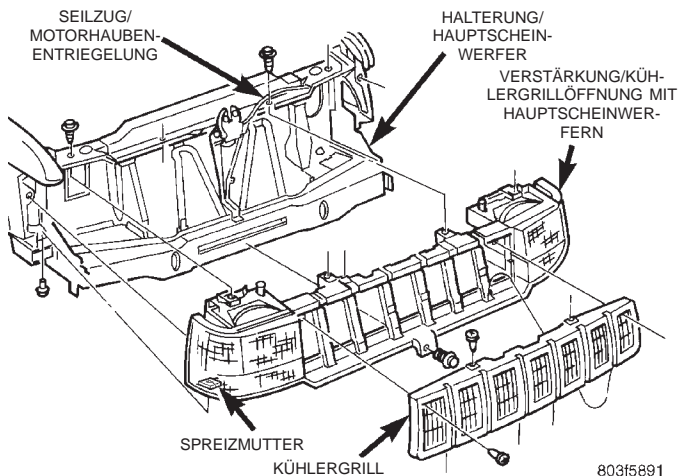
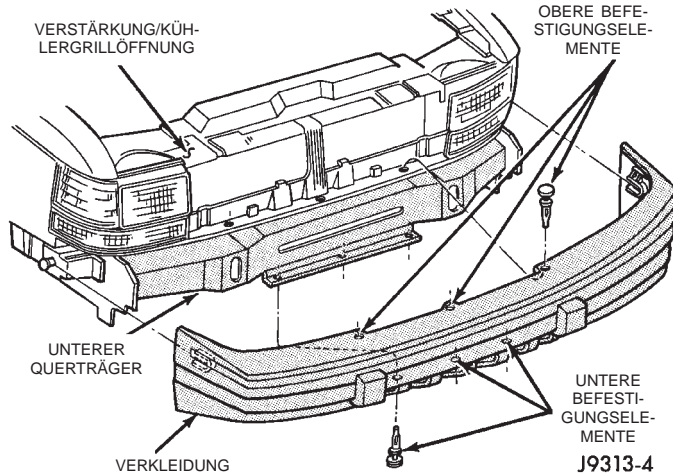

Abb. 1 Ausbau des Kühlergrills
Abb. 2 Ausbau der unteren Verkleidung
- (1) Die Befestigungsschrauben an der Verstärkung (GOR) der Kühlergrillöffnung lösen (Abb. 1).
- (2) Je nach Ausstattung den Frontrammschutz abbauen.
- (3) Die unteren Halteclips am Kühlergrill ausrasten und den Kühlergrill von der Verstärkung (GOR) abnehmen.
- (4) Blinker, seitliche Begrenzungsleuchten und Hauptscheinwerfer ausbauen. Näheres hierzu siehe Kapitel 8L, "Leuchten".
(5) Die Befestigungselemente an der vorderen Verkleidung lösen (Abb. 2).